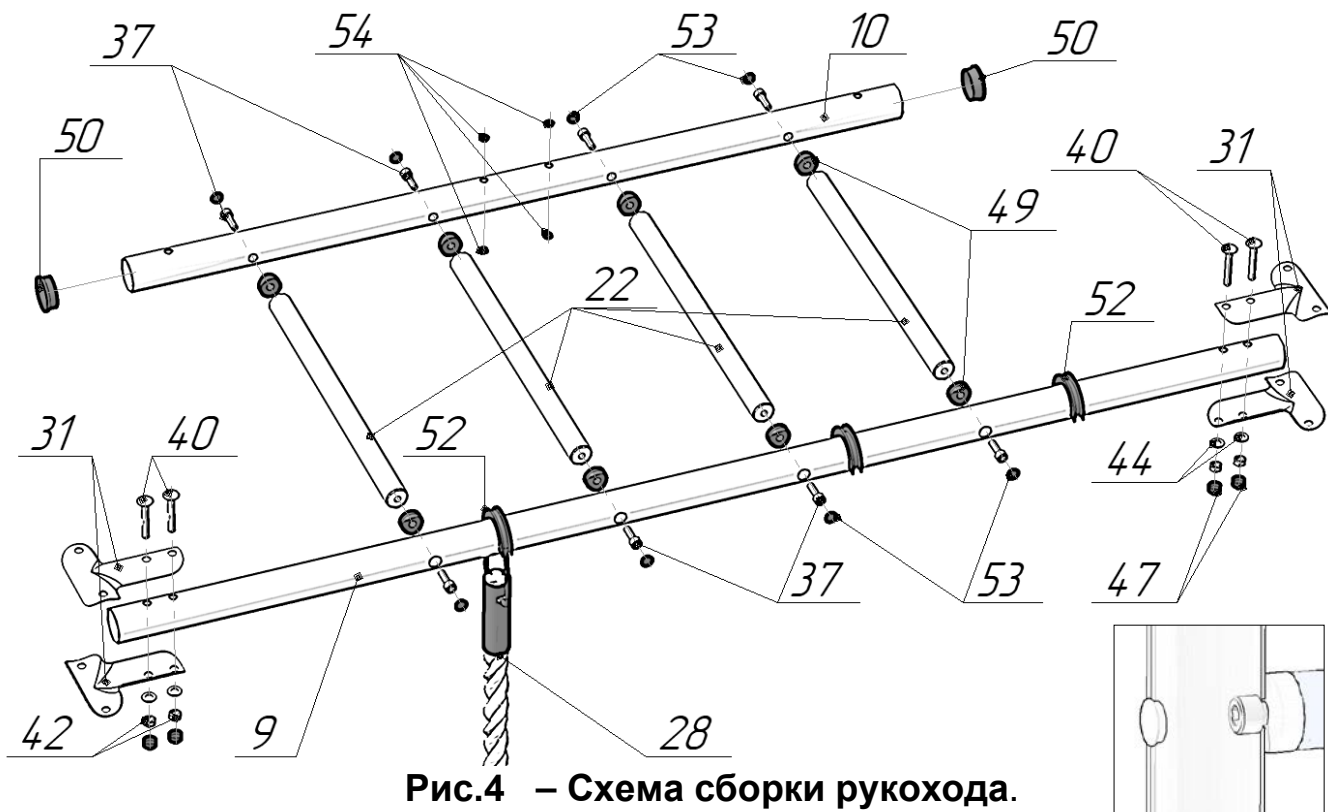

Рис.4 – Схема сборки рукохода.
5.3. Сборка рукохода представлена на рис. 4.